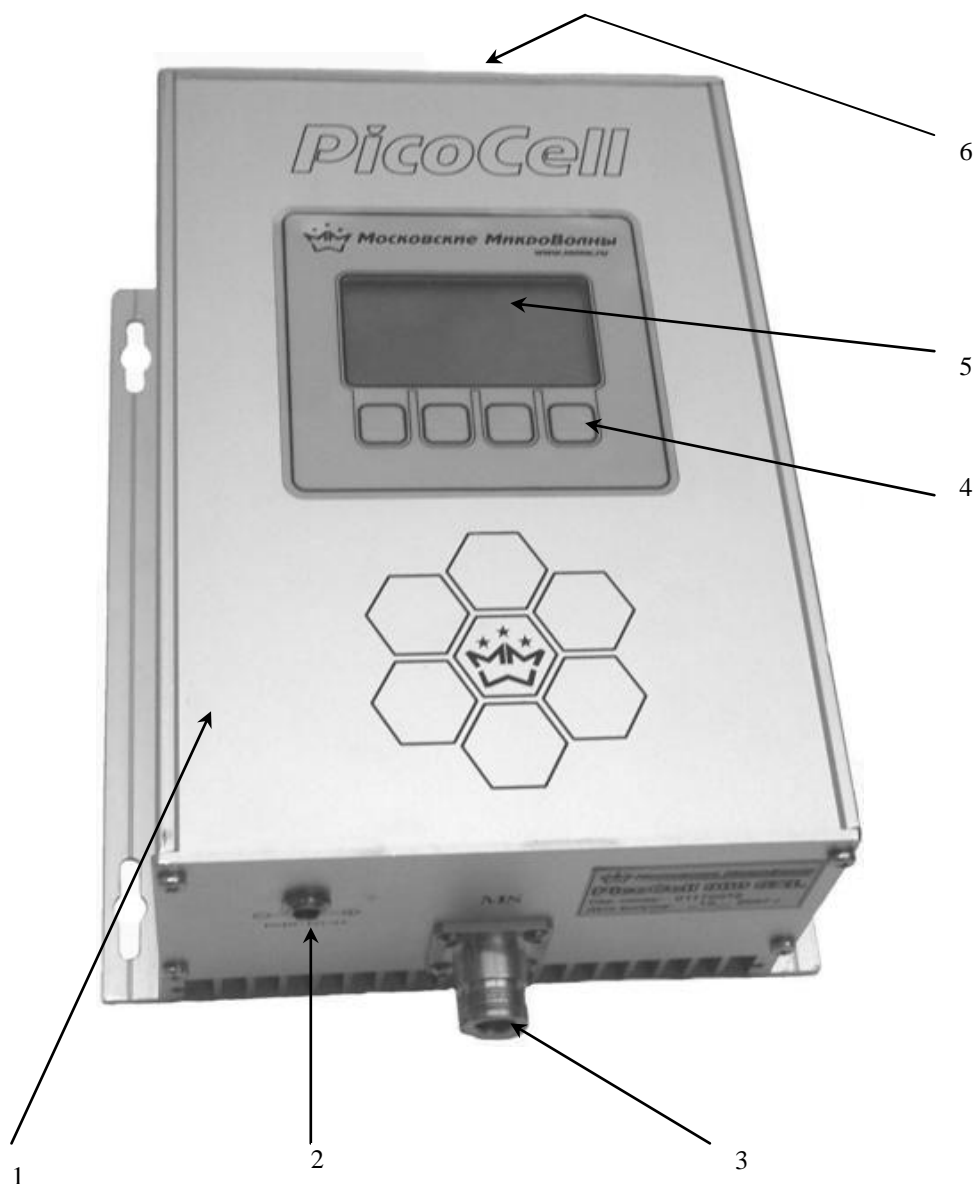

Рис.1 Ретранслятор *PicoCell 1800 SXL*
Внешний вид ретранслятора *PicoCell 1800SXL* показан на рис.1
3.2.3. Присоедините разъемы кабелей от антенн к соответствующим разъемам ретранслятора (см. рис.1). Внутренние поверхности ВЧ разъемов должны быть чистыми. В случае попадания пыли или влаги внутрь ВЧ разъемов следует перед подсоединением протереть их ветошью или ватным тампоном, смоченным чистым спиртом.